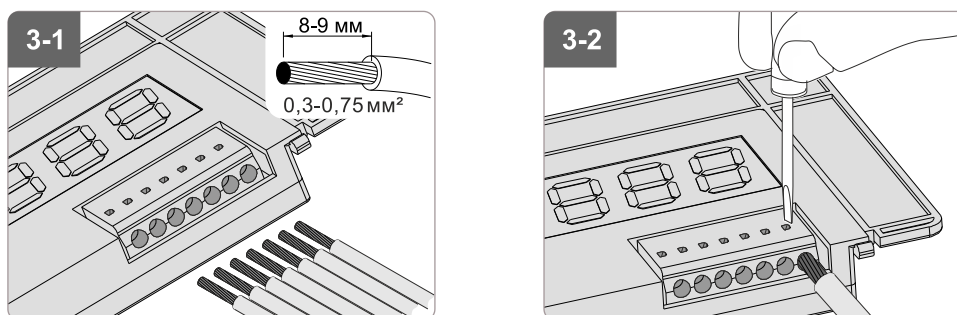
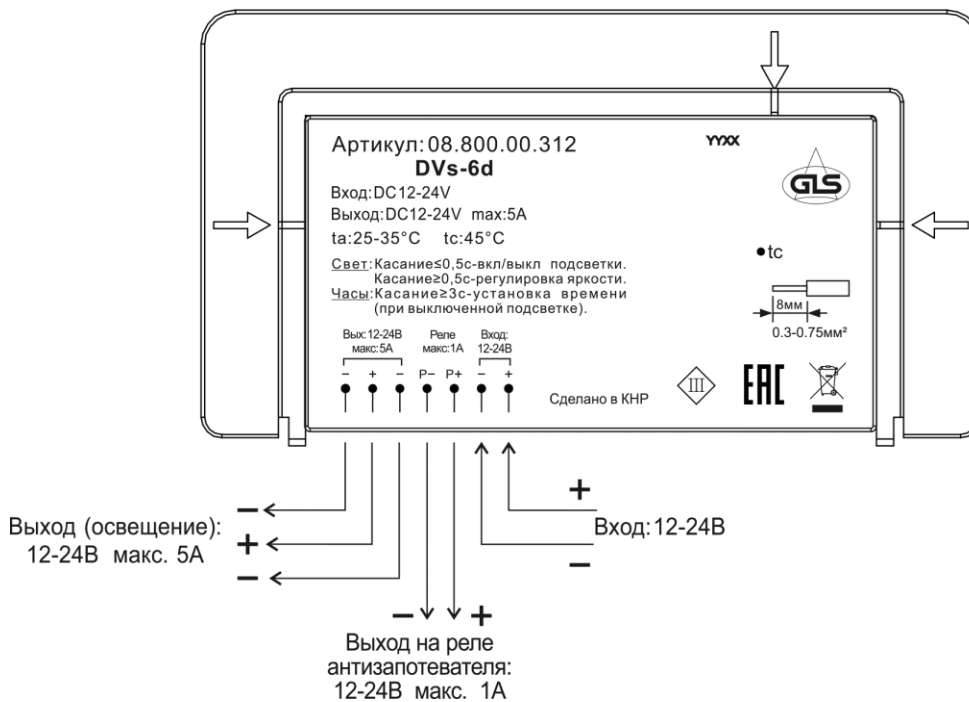

Рис. 3
Рис.4
- Подключите провода к источнику питания, светодиодному источнику света и к реле антизапотевателя (Рис. 3). Назначение и полярность контактов сенсорного выключателя указаны на Рис. 4.
- Выходы «Реле» Р+ и Р- (Рис.4) служит для подключения внешнего реле, предназначенного для подключения обогревателя зеркала.